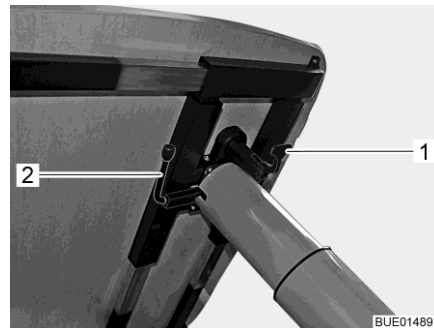

Bild 129 Verstellung Hubtisch
- Verriegelungshebel (Bild 129,1) nach unten klappen.
- Den Hebel (Bild 129,2) unter der Tischplatte um 180° im Uhrzeigersinn schwenken. Der Hubmechanismus im Tischfuß wird entriegelt.
- Den Hebel (Bild 129,2) unter der Tischplatte um 180° im Uhrzeigersinn schwenken. Die Tischplatte fährt selbsttätig bis zum Endanschlag nach oben.